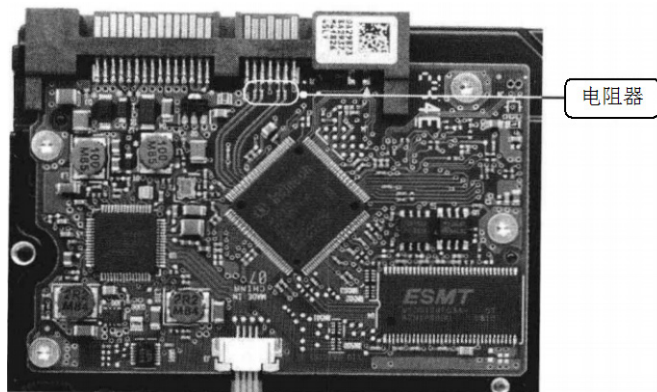

图 6-38 硬盘数据接口与主控芯片间的电阻器等元器件
(2) 如果有断针或虚焊的引脚，更换断针或将虚焊的引脚重新焊好。
(3) 如果硬盘数据接口正常，接下来逐一测量硬盘数据接口与主控芯片之间的电阻器或排电阻器、电容器等元器件。如果有损坏的元器件，更换即可。如图 6-38 所示为硬盘数据接口与主控芯片间的电阻器等元器件。